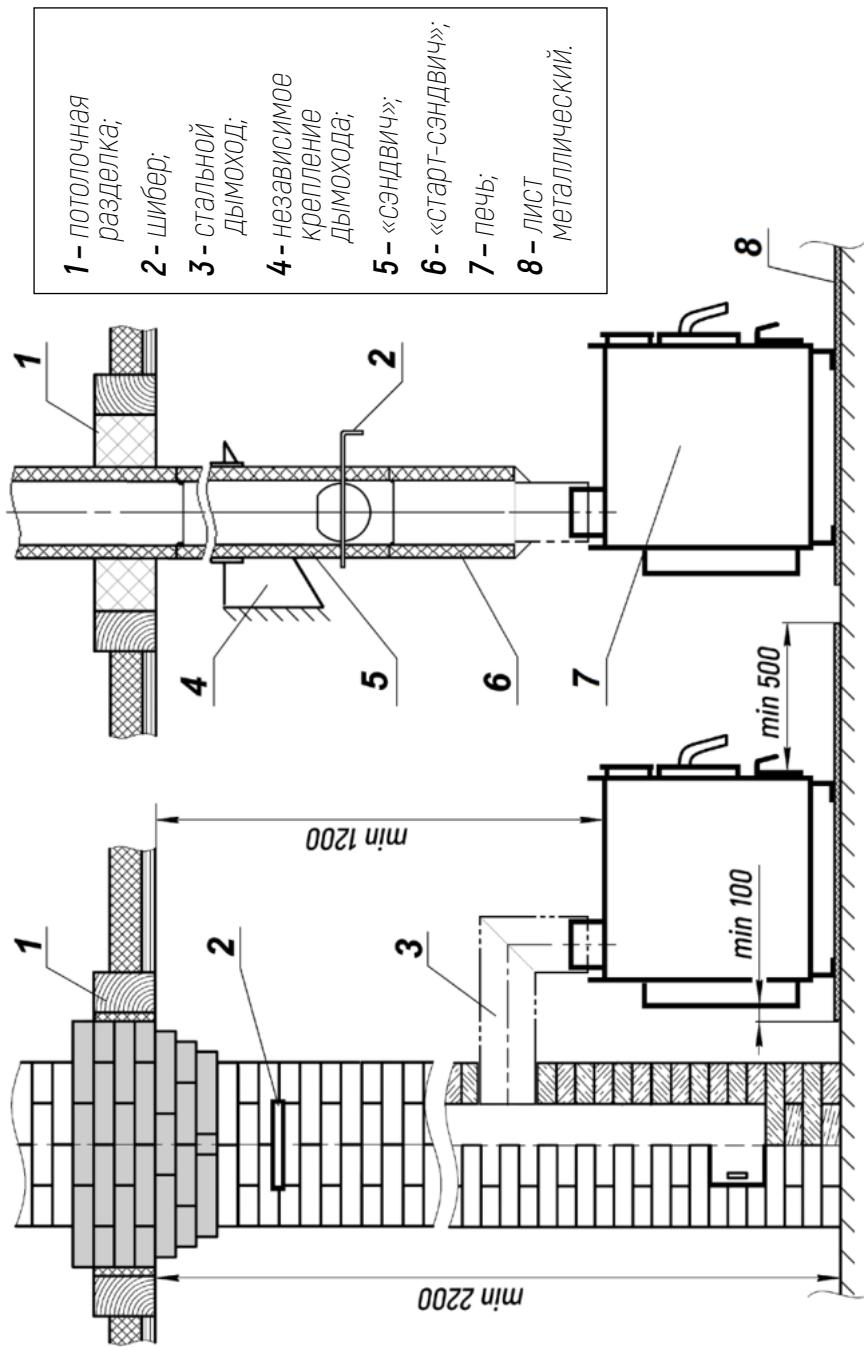

Рисунок 5. Схема монтажа печи и дымовой трубы.
4.8. Печь должна быть разгружена от веса дымовой трубы (поз.4 на рис.5).
4.9. Потолочная разделка (поз.1 на рис.5) выполняется из металлического листа в виде короба и изолируется термостойким, теплоизолирующим материалом толщиной не менее 10мм. Размеры разделки и расстояние в свету от наружной поверхности трубы до стропил, обрешеток и других элементов кровли следует уточнить у производителя дымоходов.